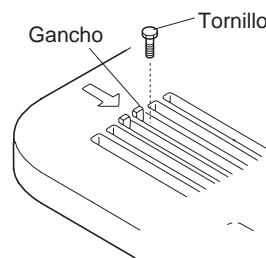

Fig. 9-11b
1. Retire la rejilla de retorno de aire y el filtro de aire del frontal de la cassette. (Fig. 9-11b, 9-12 y 9-13)
- a) Retire los dos tornillos del pestillo de la rejilla de retorno de aire. (Fig. 9-11b)